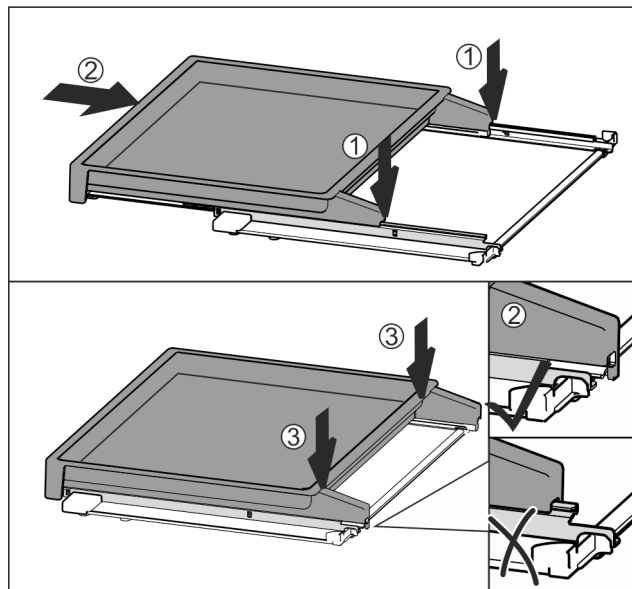

Fig. 78
- ▶ Placera den mitt på skenorna Fig. 78 (1).
- ▶ Skjut in utdragshyllan så långt det går Fig. 78 (2).
- ▶ Tryck baktill tills den hörbart spärras Fig. 78 (3).